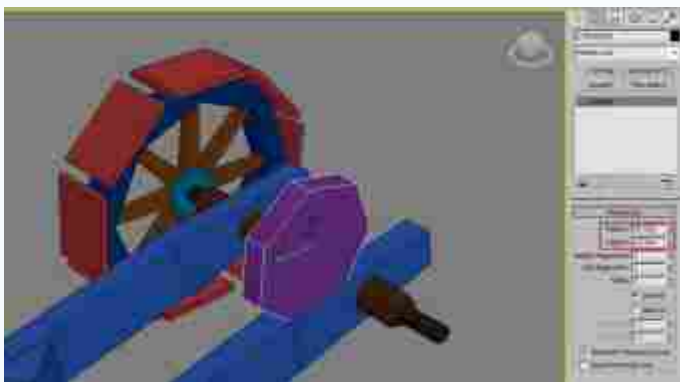

图2-30 炮口外围托架结构造型
(14) 制作战车主体炮口的结构造型。由于主体炮口与托架的结构是紧密结合在一起的，所以应在侧视图上新建长方体或者圆柱体作为基础造型。根据原画示意图制作炮口外围托架结构造型，如图2-30所示。